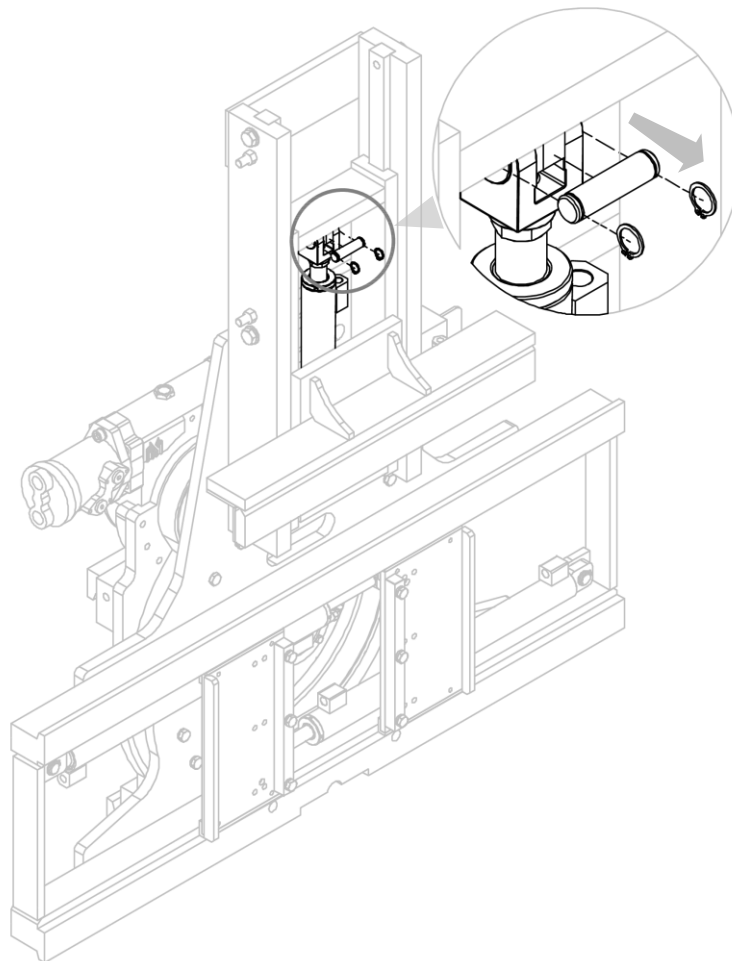

Figura 28
2. Rimuovere il perno (con i relativi anelli elastici di bloccaggio) che vincola la struttura mobile al cilindro (vedi *Figura 28*).